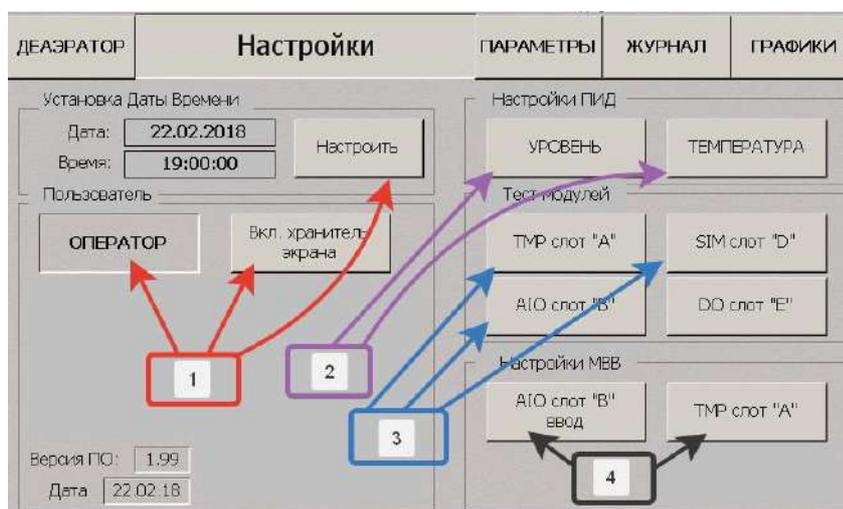

Рисунок 4.8. Окно меню настроек
Для настройки параметров токовых входов субмодуля АЮ нажмите на соответствующую кнопку меню настройки в поле (4) (рисунок 4.8).
Для настройки параметров температурных входов субмодуля ТМР нажмите на соответствующую кнопку меню настройки в поле (4) (рисунок 4.8).
Для проверки сигналов на температурных входах submodule TMP нажмите на соответствующую кнопку меню настройки в поле (3) (рисунок 4.8). На рисунке 4.13 показан вид окна проверки температурных входов контроллера. В окне отображаются текущее значение измеренного сопротивления подключенного к соответствующему входу контроллера и параметры обмена контроллера с submodule. Для возврата в меню настройки нажмите на кнопку с символом «<<»
Для проверки сигналов на токовых входах submodule АЮ нажмите на соответствующую кнопку меню настройки в поле (3) (рисунок 4.8). На рисунке 4.14 показан вид окна проверки токовых входов контроллера. В окне отображается текущее значение измеренного тока подключенного к соответствующему входу контроллера и параметры обмена контроллера с submodule. При использовании в конфигурации прибора аналоговых выходов для управления исполнительным механизмом на экране дополнительно показывается значение тока или напряжения (в зависимости от настройки параметров выхода) на соответствующем выходе и имеется движок задания сигнала для проверки его исправности. Для возврата в меню настройки нажмите на кнопку с символом «<<»
Для проверки срабатывания дискретных выходов контролера нажмите на соответствующую кнопку меню настройки в поле (3) (рисунок 4.8). На рисунках 4.15 и 4.16 показаны окна проверки дискретных выходов submodule SIM и DO. Для проверки соответствующего выхода нажмите на изображение тумблера, при этом изображение тумблера меняется на включенное состояние, включается выход и загорается транспарант зеленого или красного цвета, показывающий, что выход включен. Для исключения одновременной выдачи сигнала на два входа исполнительного механизма в программе реализована блокировка, исключающая выдачу сигналов сразу на два выхода прибора.